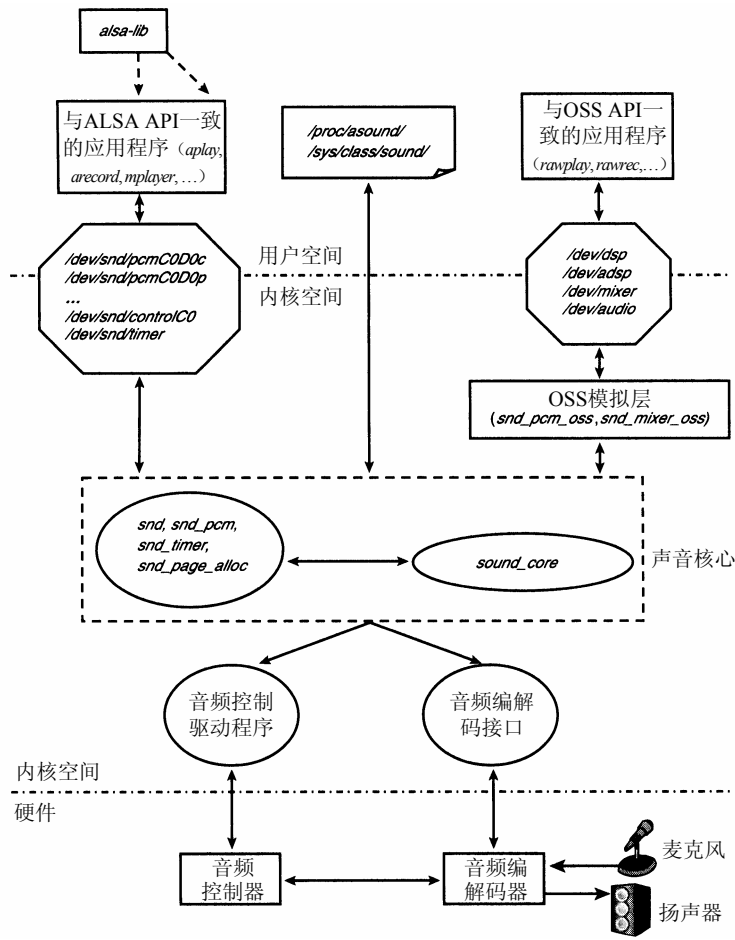

图13-3 Linux声音（ALSA）子系统
参见图13-3可以明白Linux声音子系统的架构。声音子系统各部分如下。
- ❑ 声音核心。它是代码基石, 由例程和结构体组成, Linux声音层的其他部分均可调用。就像其他驱动程序子系统的核心层一样, 声音核心有一定程度的隔离, 使得声音子系统的每个部件都与其他部件无关。核心也提供了向应用层输出ALSA API的重要功能。图13-3中显示的/dev/snd/*设备结点由ALSA核心创建和管理: /dev/snd/controlC0是一个控制结点 (应用程序用它来控制音量等), /dev/snd/pcmC0D0p是播放设备 (设备名的最后字符p表示播放), /dev/snd/pcmC0D0c是录音设备 (设备名最后的字符c表示采样捕获)。这些设备名中, C后的整数是卡号, D后的是设备号。一个有话音编解码器和立体声音乐编解码器的ALSA驱动程序可能会为前者输出用于读声音流的/dev/snd/pcmC0D0p, 为后者输出用于生成音乐声道的/dev/snd/pcmC0D1p。